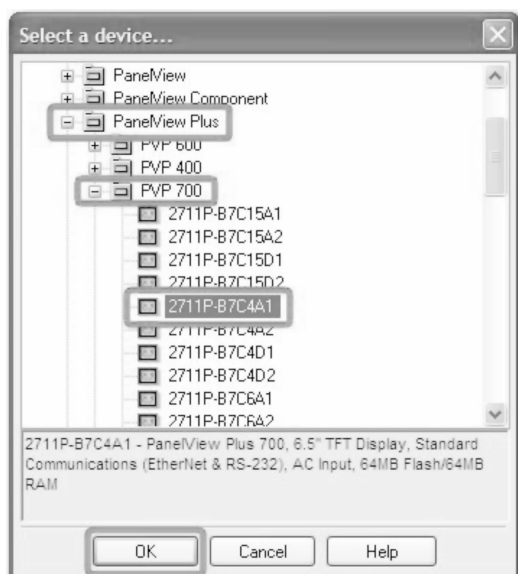

图 26-132 选择目录
3. 展开 PanelView Plus 文件夹，然后展开 PVP700 文件夹并选择目录号 2711P-B7C4A1。注意对话框底部的所选目录号的产品说明。单击“确定”（OK），如图 26-132 所示。